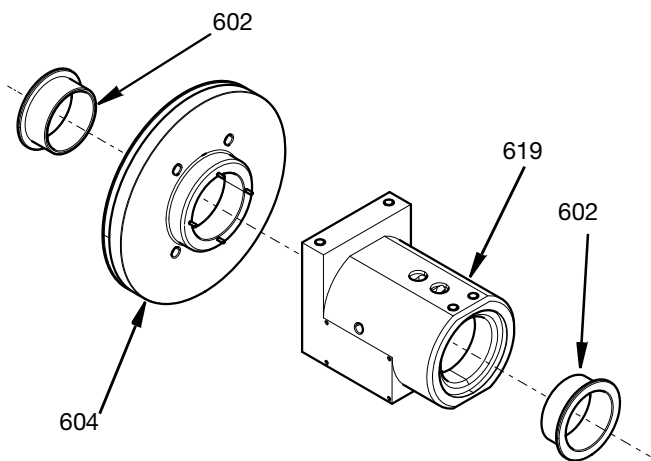

FIG. 21
1. Przed ich zamontowaniem na wewnętrznych częściach obudowy obrotowej należy nałożyć lekki środek smarny na wszystkie uszczelnienia i uszczelki o-ring. Włożyć łożyska kołnierzowe (602) do obudowy obrotowej (619) i obudowy łożyska (604). Patrz FIG. 21.